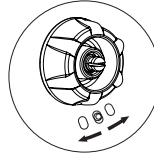

Figura.6
- **Regolazione della posizione dell'angolo di visibilità.** (vedi Figura 6)